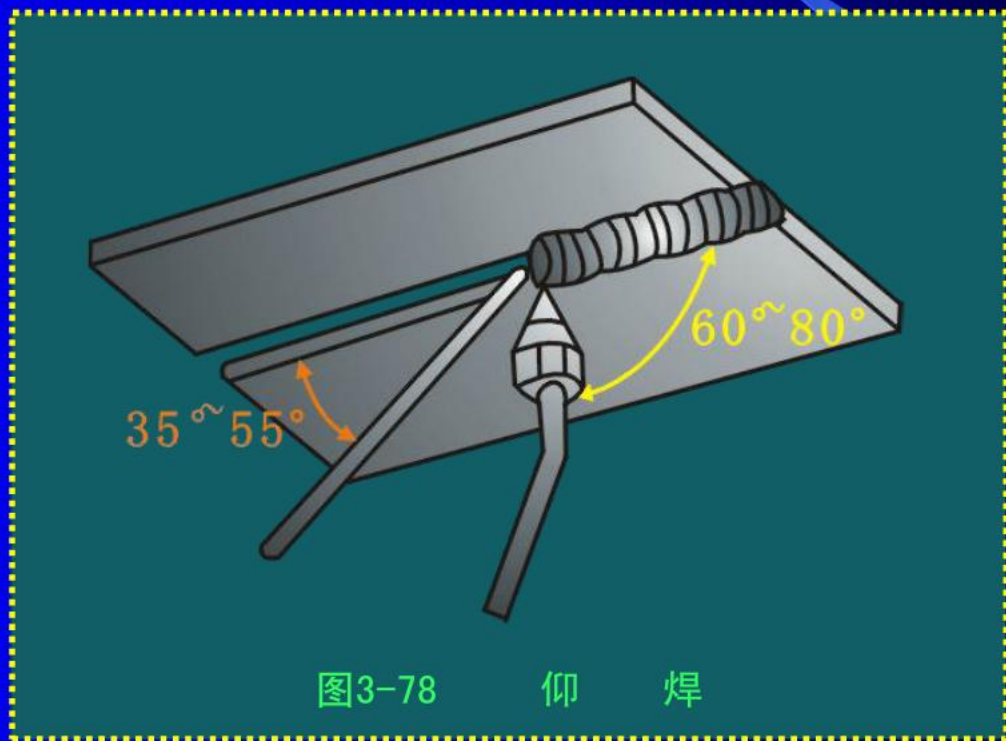

图3-78 仰 焊
(4) 仰焊。如图3-78所示。使用较小的火焰能量，严格控制熔池温度和面积，利于熔化金属快速凝固。